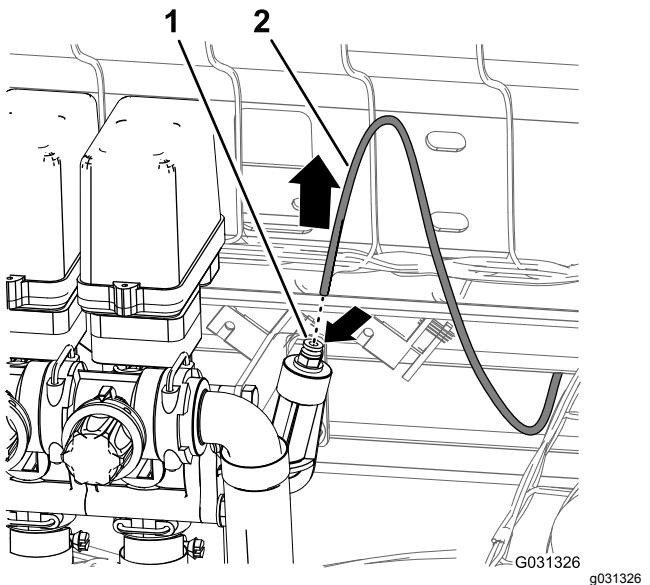

Figura 42
1. Presione el anillo del acoplamiento del tubo en el orificio de presión a la derecha de la válvula de sección de brazo derecho (Figura 42).
2. Tire del tubo del sensor de presión del indicador del salpicadero para sacarlo del acoplamiento del tubo (Figura 42).